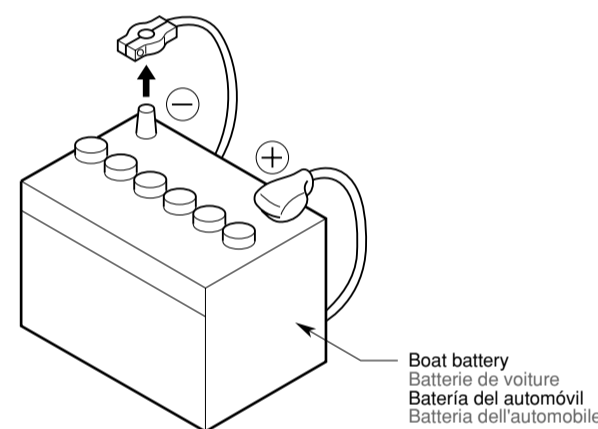

Figure 1 / Figure 1 / Figura 1 / Figura 1
3. Be sure to disconnect the battery's "-" terminal before beginning the installation. This is to prevent short-circuiting. (Figure 1)
3. Raccordez bien la borne "-" de la batterie avant de procéder à l'installation. Ceci a pour but d'éviter les courts-circuits. (Figure 1)